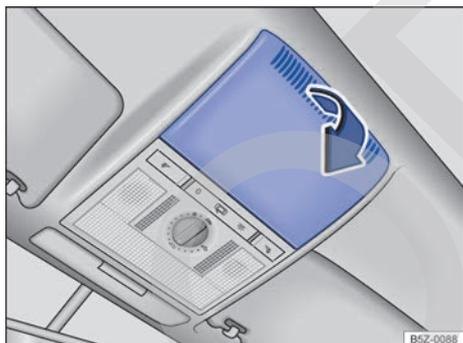

Fig. 153 En el guarnecido del techo: desmonte la cubierta.
- Desmonte la cubierta en el sentido de la flecha ⇒ fig. 153.